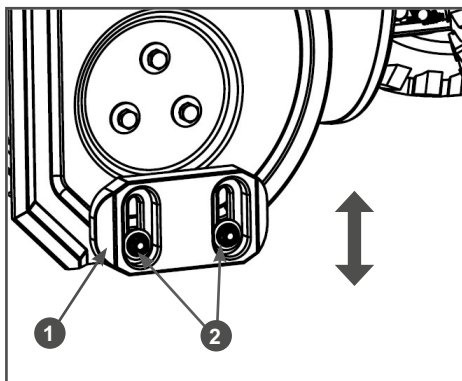

Рис. 13
2. Открутите гайки 2 крепления ползка 1 на 1-2 оборота и установите башмак на необходимую высоту (Рис. 13). Снова затяните гайки.